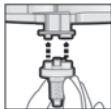

Abb. 2
3. Setzen Sie einen der beigefügten Dynamix Mixing Tips über die Austrittsöffnungen der Kartusche (Abb. 2)